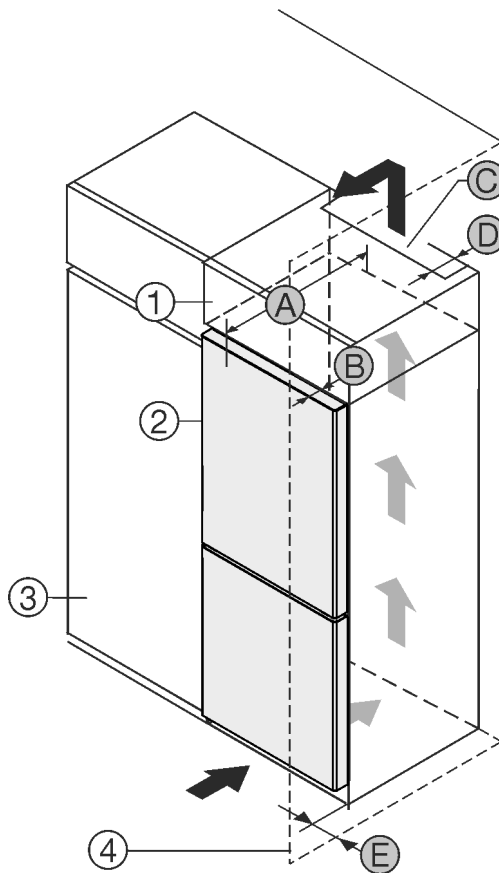

Fig. 1
Du kan plassere apparatet rett ved siden av kjøkkenskapet *Fig. 1 (3)*.*
På baksiden av skapmodulen over enheten må det installeres en ventilasjonskanal med dybden *Fig. 1 (D)* over hele skapmodulens bredde.*
Ventilasjonsverrsnittet *Fig. 1 (C)* under taket i rommet må overholdes.*
Hvis apparatet plasseres med hengslene mot en vegg *Fig. 1 (4)*, må avstanden mellom apparatet og veggen være minst 13 mm.*
Hvis apparatet plasseres med hengslene mot en vegg *Fig. 1 (4)*, må avstanden mellom apparatet og veggen være minst 20 mm.*
For at du skal kunne åpne døren helt, må apparatet rage dørdybden *Fig. 1 (B)* lenger ut enn fronten på kjøkkenskapene. Avhengig av kjøkkenskapenes *Fig. 1 (3)* dybde og bruk av veggavstandsstykker kan enheten rage enda lengre ut.*